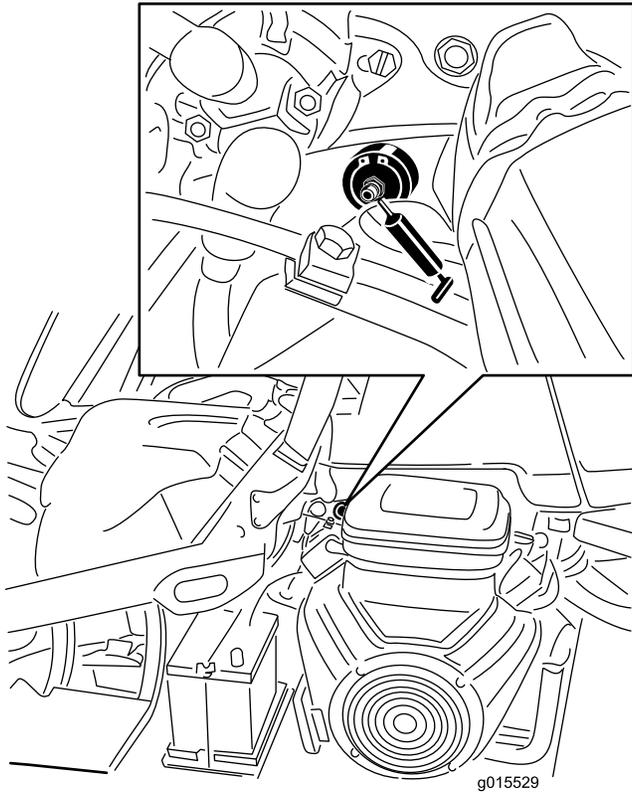

図 40
1. 異物を入れてしまわないよう、グリスフィッティングをきれいに拭く 図 40